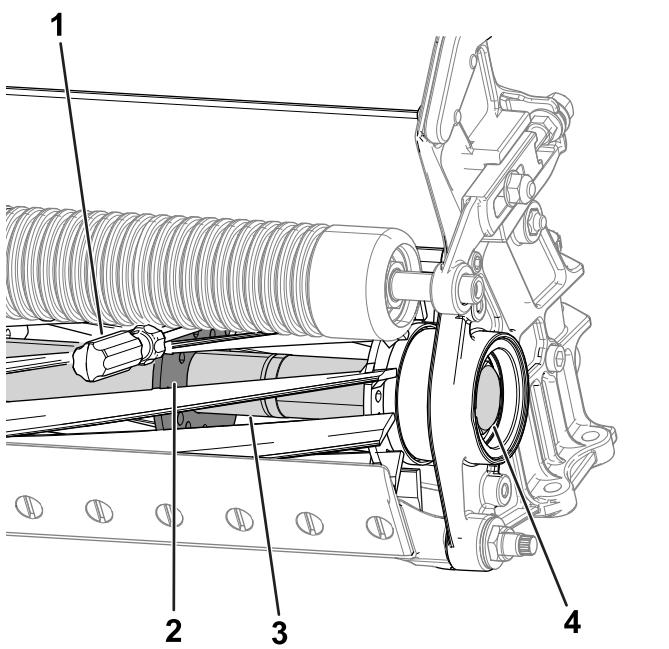

Figura 27
2. Inserte una palanca de mango largo (se recomienda de $\frac{3}{8}$ " x 12" con mango de destornillador) por la parte inferior del molinete de corte, lo más cerca del lateral de la unidad de corte que va a apretar (Figura 27).
3. Coloque la palanca contra la parte soldada de la placa de soporte del molinete (Figura 27).